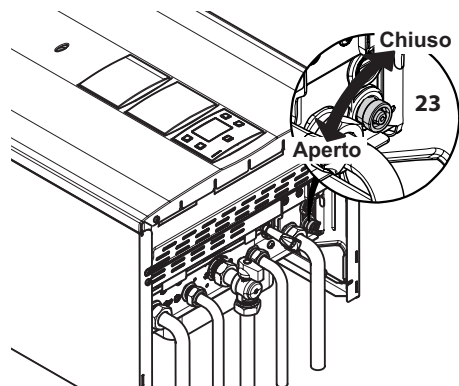

Figura 9.4
- Allentare il rubinetto di svuotamento caldaia 23 indicato in Figura 9.4.